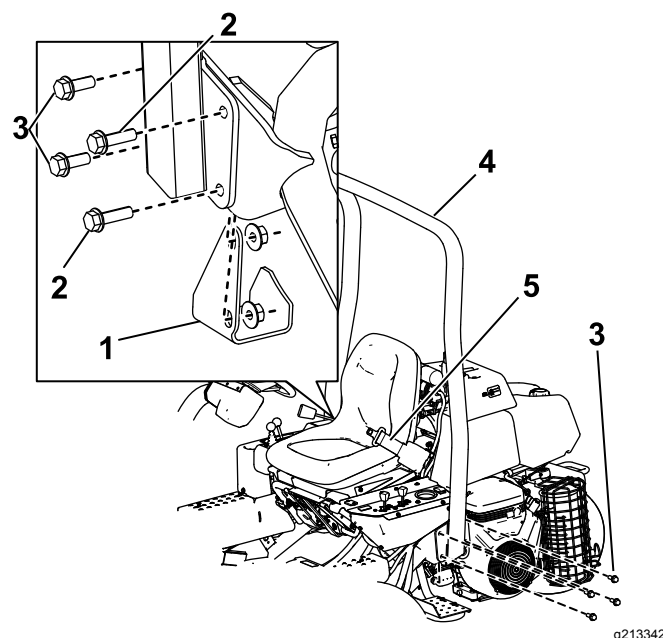

Figura 6
2. Baixe a barra de segurança (Figura 6) para os suportes de montagem, alinhando os furos de montagem.
3. Prenda o lado esquerdo da barra de segurança ao suporte de montagem com quatro parafusos (1/2" x 1 1/2") e porcas de bloqueio Figura 6.
5. Prenda o lado direito da barra de segurança e o tapete do macaco previamente removida ao suporte de montagem com 2 parafusos (1/2 pol. x 1-1/2 pol.), 2 parafusos (1/2 pol. x 1-3/4 pol.) e porcas de bloqueio como se mostra na Figura 6.